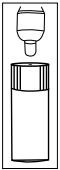

figura 3B
- 3. Coloque suavemente la punta de la sonda cerca del agujero pequeño, como se muestra en la figura 3B hasta que se genere una alarma (bip) audible. Esta será una indicación de que la unidad está funcionando correctamente. Volver a sellar el envase de prueba (Vial) con la tapa de vinilo que se retiró previamente y volver al caso.